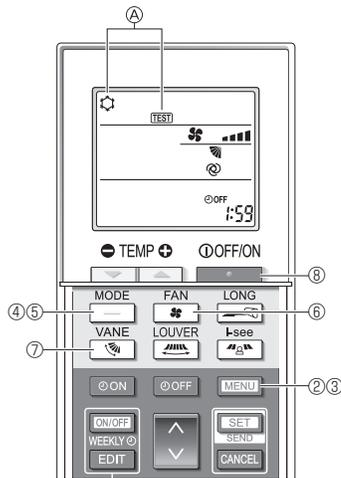

Fig. 8-5
- ① Mettez l'appareil sous tension au moins 12 heures avant l'essai de fonctionnement.
- ② Appuyez sur la touche **MENU** pendant 5 secondes. (Fig. 8-5)
La mention **(A) [TEST]** et le mode de fonctionnement en cours sont affichés. (Fig. 8-5)